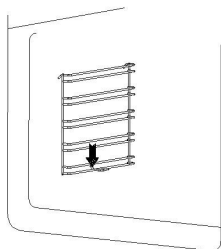

Рис. 1
- Слегка нажмите на крючок решетки, как показано на рис. 1.